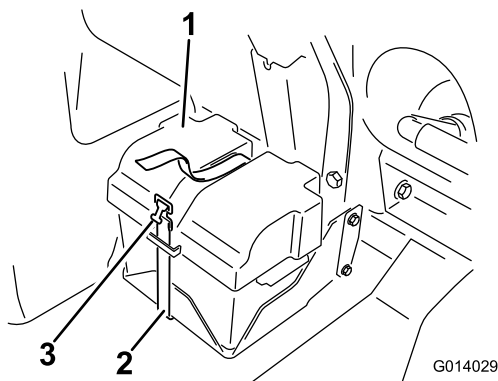
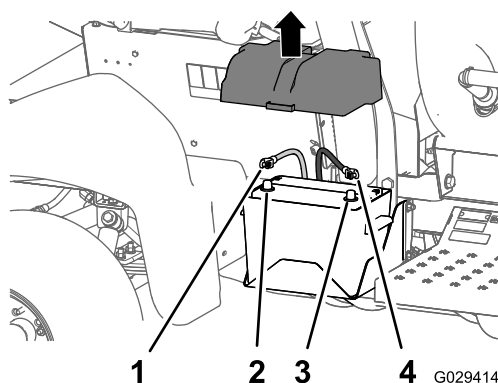

Figure 2
Figure 3
1. Déposez le couvercle de la batterie et débranchez le câble négatif (noir – masse) de la borne de batterie (Figure 2 et Figure 3).
2. Débranchez le câble positif (rouge) de la borne de la batterie (Figure 3).